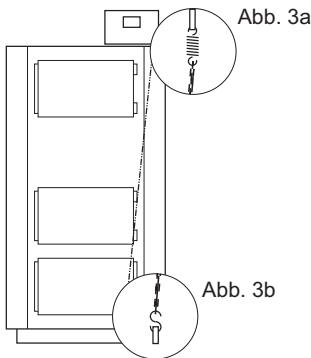
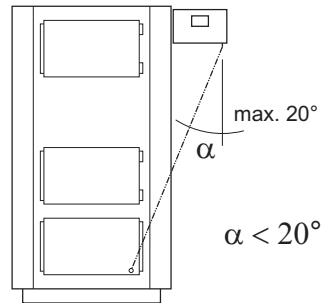
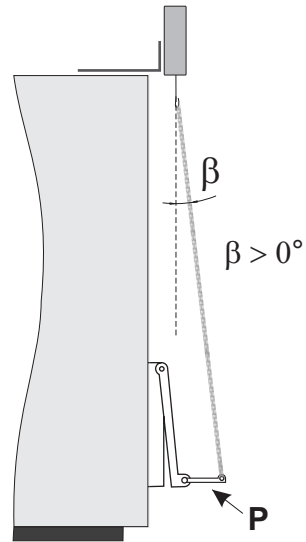

Abb. 3
Abb.4
Abb. 5
2. Regler zusammen mit der Stütze an der oberen oder seitlichen Kesselwand montieren (Abb. 3 oder Abb. 4).
Wenn der Winkel  $\beta$  (Abb. 5) zu klein ist, kann das zu einer Erhöhung der erforderlichen Kraft zum Öffnen der Klappe und im Endeffekt zur Einstellung des Betriebs des Steuergerätemotors und Anzeige der Meldung "Er" führen. Um dem vorzubeugen, und den korrekten Betrieb des Steuergerätemotors zu gewährleisten, ist zusätzlich der an der Kesseltür montierte "P" Hebel zu verwenden. Oder das Steuergerät über die Kesselmaße hervorzuschieben. Der Hebel wird vom Installationsunternehmen ausgeführt.
**Achtung:** Die maximale Hubkraft der Klappe beträgt 1 kg. Bei der Reglermontage seitlich des Kessels ist darauf zu achten, dass die Kette nicht mehr als  $20^\circ$  vom Lot weg geneigt ist (Abb. 4).
- Winkel  $\alpha$  und  $\beta$  zwischen Kette und Kessel prüfen (siehe Abb. 4 S. 6 und Abb. 5 S. 7). Wenn diese von den empfohlenen Werten abweichen, kann dies zu einer Erhöhung der erforderlichen Kraft zum Öffnen der Klappe und Erscheinen des Symbols “EO” am Display führen. Es wird empfohlen, das Steuergerät über die Maße des Ofens hervorzuschieben oder einen zusätzlichen Hebel für die Kesseltür anzuwenden.